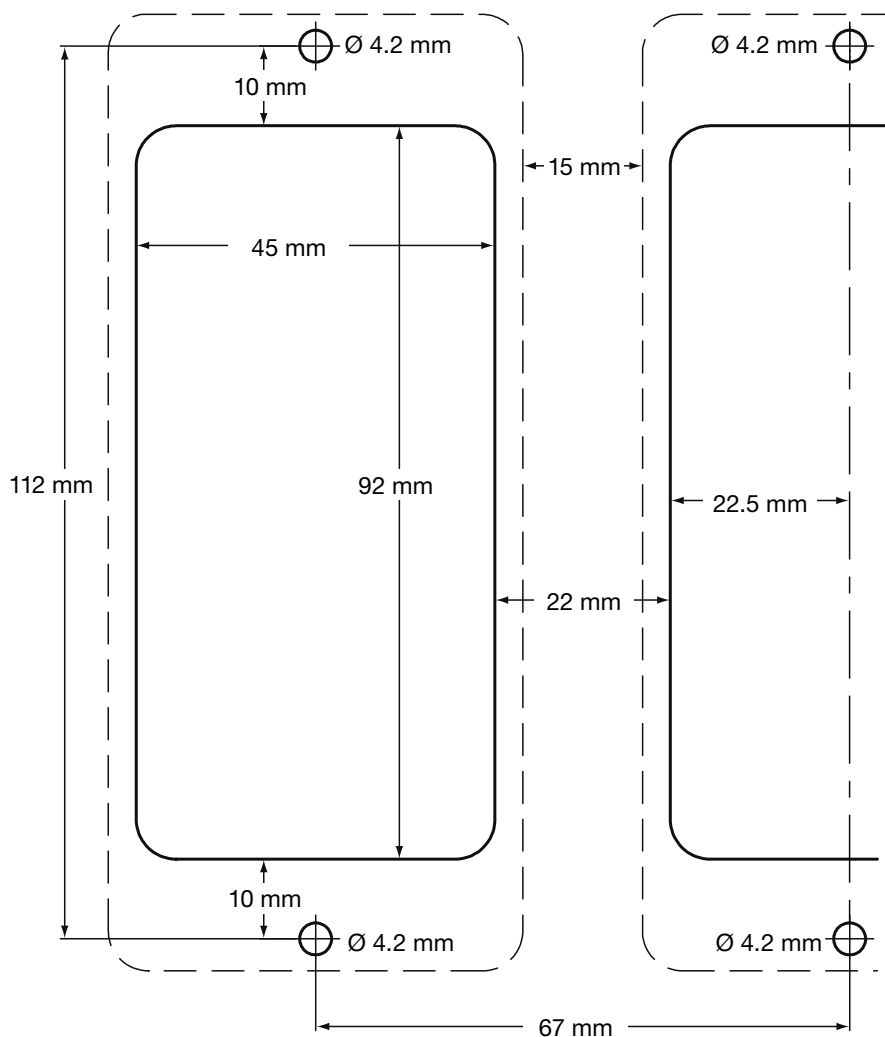

Fig. 3 - Schéma de découpe
- Percer des trous dans la plaque du châssis comme montré sur la Fig. 3.
- Découper le panneau aux dimensions données sur la Fig. 3. Percer les trous de vis dans le panneau comme indiqué sur la Fig. 3.